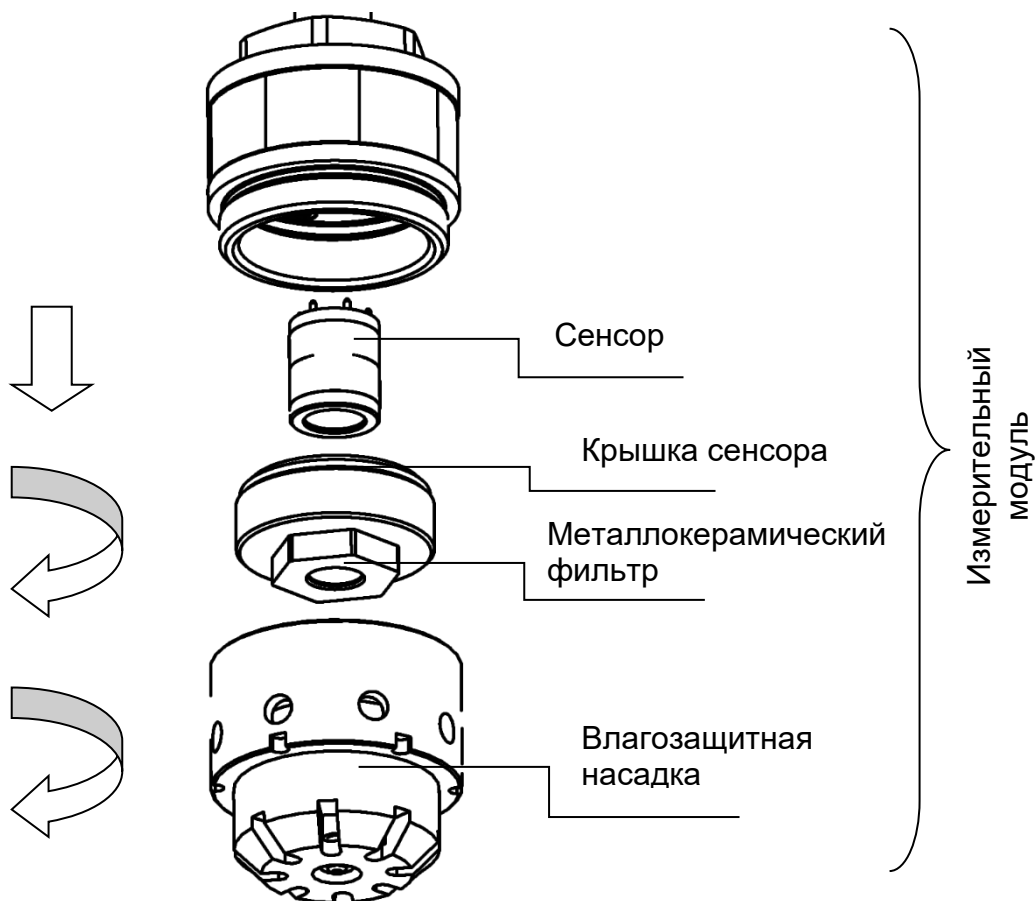

Рисунок 22 – Схема разборки измерительного модуля
Очистка проводится с целью восстановления пропускной способности фильтра. Необходимо снять влагозащитную насадку измерительного модуля, выкрутить крышку, закрывающую сенсор (рис. 22), и продуть находящийся в ней фильтр, сжатым воздухом с двух сторон, начиная с внутренней стороны. Если после продувки останутся видимые загрязнения, закрывающие поры фильтра, его необходимо заменить. Замене подлежит крышка сенсора в сборе с фильтром.
- 1) Ослабить стопорный винт на верхней крышке газоанализатора (рис. 22). Открутить крышку по резьбе. Снять с газоанализатора.